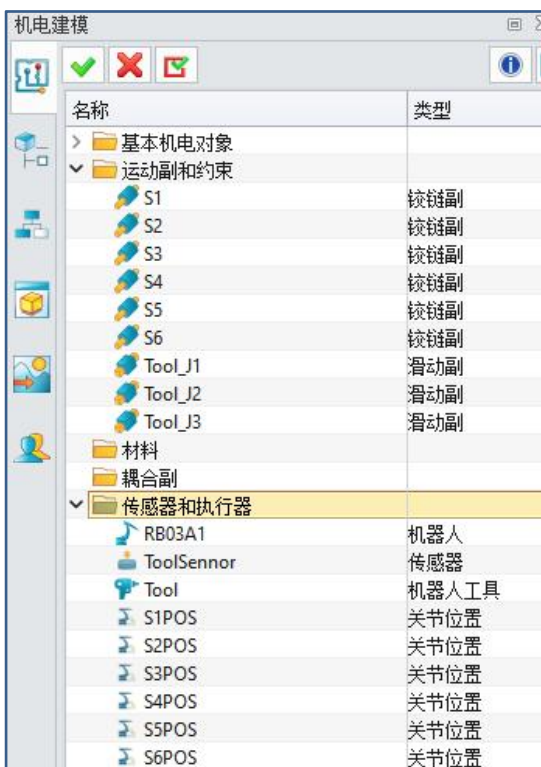

图 12-7: 关节位置完成
- 按照上述操作过程完成所有关节的步骤，界面应如下所示。(图 12-7)